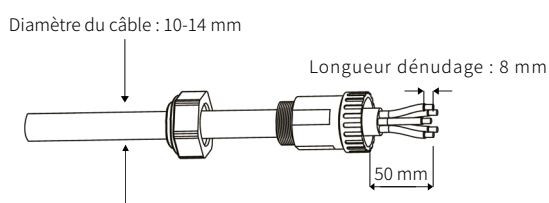

Fig. 34. Dénudage du câble.
- c. En se reportant au tableau ci-dessus, choisir un câble approprié, retirer la gaine isolante du câble CA sur environ 50 mm et dénuder l'isolation de l'extrémité des câbles L/PE/N sur environ 8 mm (cf. Fig. 34) :